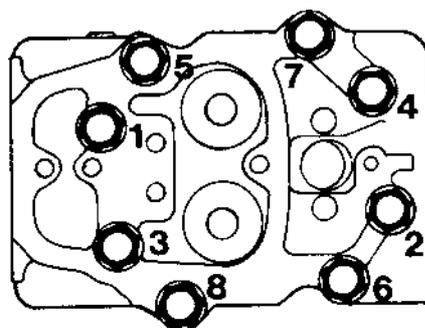

Fig. 30. Schéma de serrage, moteurs de la série 120
**Moteurs de la série 120** : serrer les vis de culasse suivant le schéma, figure 30. Serrer progressivement avec 40 Nm (4 m.kg), 160 Nm (16 m.kg), 180 Nm (18 m.kg). Après ceci, effectuer une fois un serrage de contrôle de toutes les vis.